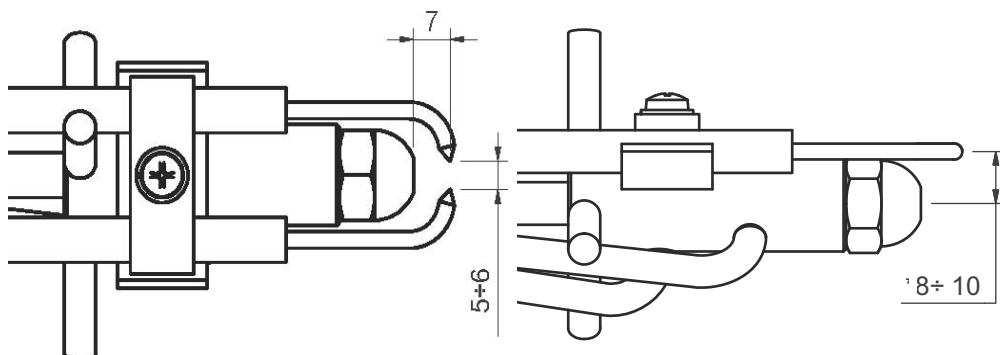

Рис. 40
- Проверить и аккуратно почистить фотозлемент улавливания пламени и, если необходимо, заменить его. В случае возникновения сомнения, проверить контрольный контур, после того, как горелка будет вновь запущена, согласно схеме на Рис. 40;